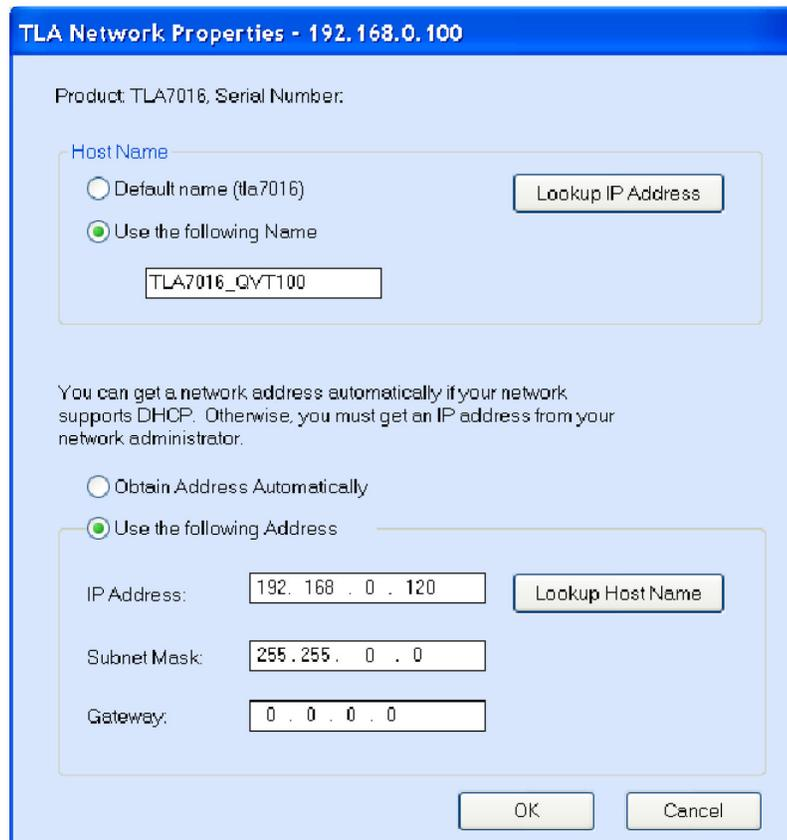

図 31: TLA ネットワーク設定の変更
4. 変更したいメインフレームを選択し、**Network Properties** をクリックします。Network Properties ダイアログ・ボックスが表示されます。(図 31 参照)。